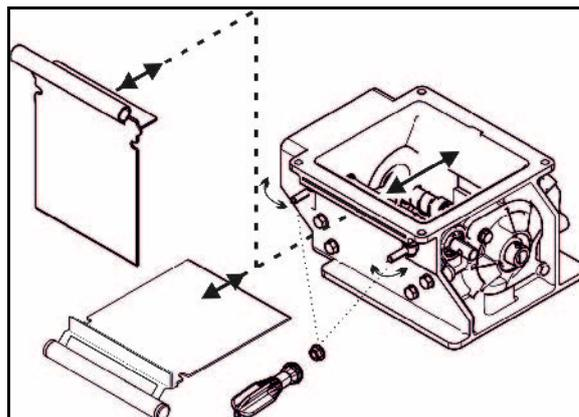

Fig. 112
1. Ajustar la llave de cierre (Fig. 112/1) en posición **A** (Fig. 112).
5. Ajustar la llave de cierre (Fig. 112/1) en la posición.